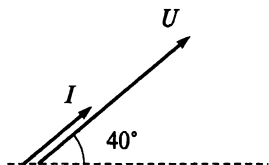

Рис. 8.5
10. Напишите уравнения тока и напряжения цепи, векторная диаграмма которой изображена на рис. 8.5. Определите действующее значение тока, если $R = 10 \text{ Ом}$, $f = 50 \text{ Гц}$, $U = 100 \text{ В}$.